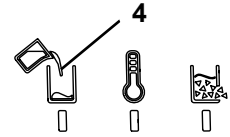

Fig. 12
- ◆ El indicador "Calentando / Listo para usar" (5, Fig. 12) está apagado.